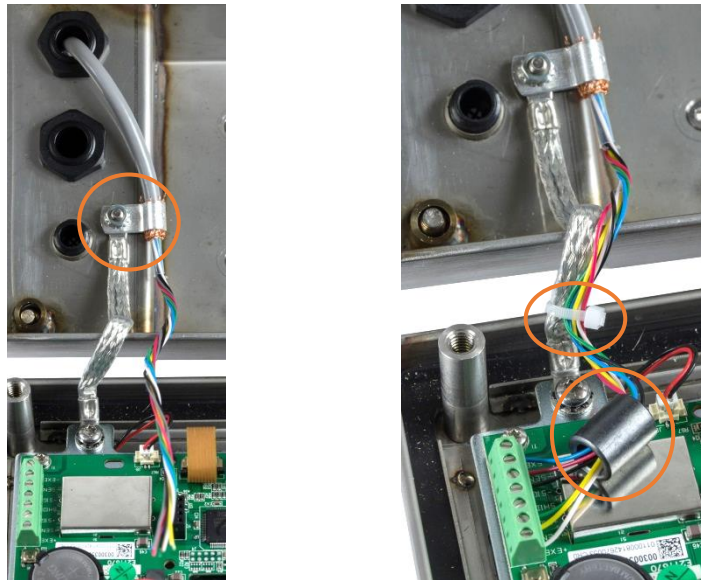

Figura 2-30: Installazione della ferrite sul cavo della cella di carica analogica e messa a terra sul telaio, IND236
5. Collegare il fermaglio di messa a terra alla scocca usando la vite di fissaggio della cerniera della scocca, come mostrato in Figura 2-30 (sinistra).